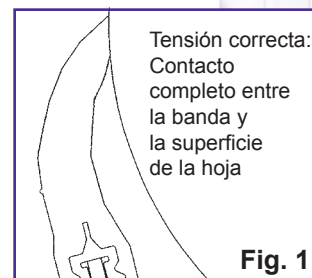

Fig. 1
- Permite el ángulo correcto de acometida de la hoja (vea la Fig. 1).